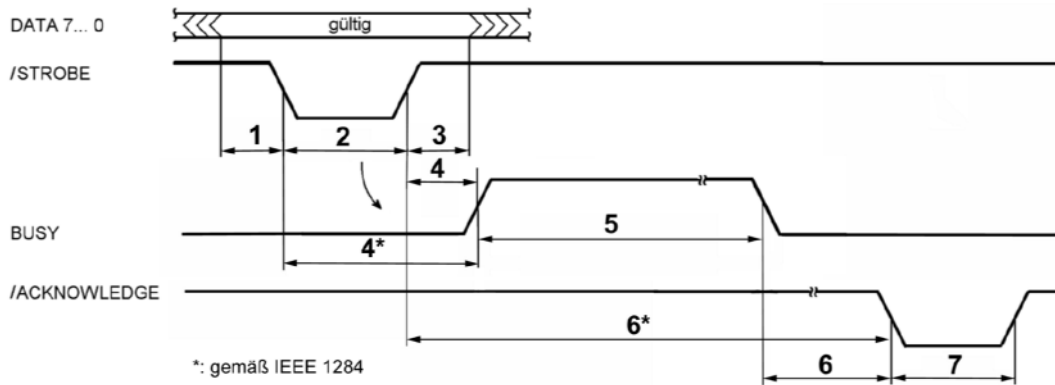

Abbildung 7.9 SPP-Datenübertragung (Centronics-Handshaking). Zeitangaben in Tabelle 7.2
*): andere Definition beachten (vgl. Abbildung 7.9)
Das ist eine Sonderbetriebsart des ECP. Hierbei wird das Centronics-Handshaking des SPP (vgl. Abbildung 7.9) von der Hardware unterstützt. Um die Übertragung auszulösen, genügt es, das Byte in den FIFO-Puffer zu schreiben. Den Rest erledigt die Hardware. Zeitkennwerte (Überblick): Daten-Vorhaltezeit wenigstens 600 ns, Strobe-Impulsdauer wenigstens 600 ns, Datenhaltezeit wenigstens 450 ns, Zeit zwischen Strobe-Aktivierung und BUSY-Aktivierung höchstens 500 ns, Zeit von Deaktivierung von BUSY (Gerät ist wieder bereit) bis zum nächsten Strobe: wenigstens 680 ns.